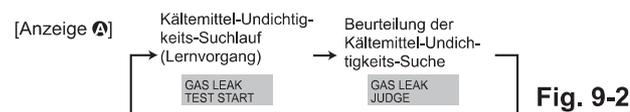

Fig. 9-2
- ② Drücken Sie die **CLOCK** (**▽**)-Taste und wählen Sie **[GAS LEAK TEST START]** (START DES GASUNDICHTIGKEITS-TESTS) (Fig. 9-2)